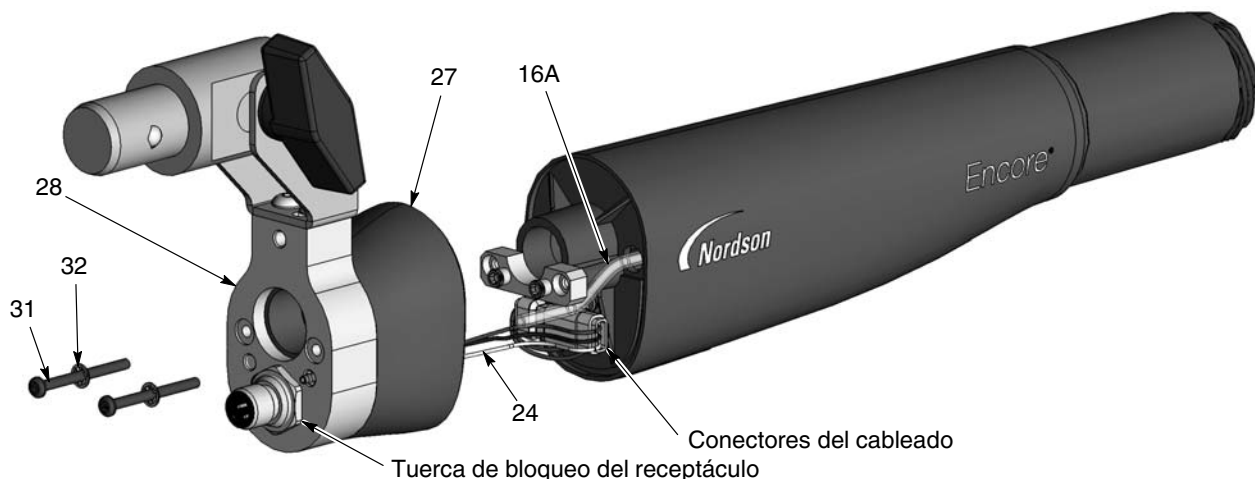

Figura 7-2 Desmontaje de la pistola - Sustitución del tubo de polvo
3. Ver la figura 7-2. Desatornillar y extraer los dos tornillos de cabeza hueca (31) y las arandelas de bloqueo dentadas internas (32) de la tapa final (28).
- c. Ver la figura 7-2. Desatornillar la tuerca de bloqueo del receptáculo, después extraerlo y también el cable de la tapa final.
17. Ver la figura 7-2. Instalar la tapa final y el conjunto del cuerpo de la pistola posterior en el cuerpo de la pistola, asegurando no pellizcar los cables.